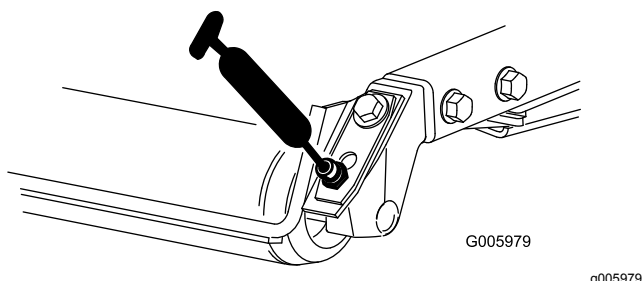

Figura 63
- Cuscinetti del rullo posteriore (2 per piatto) come illustrato nella Figura 63